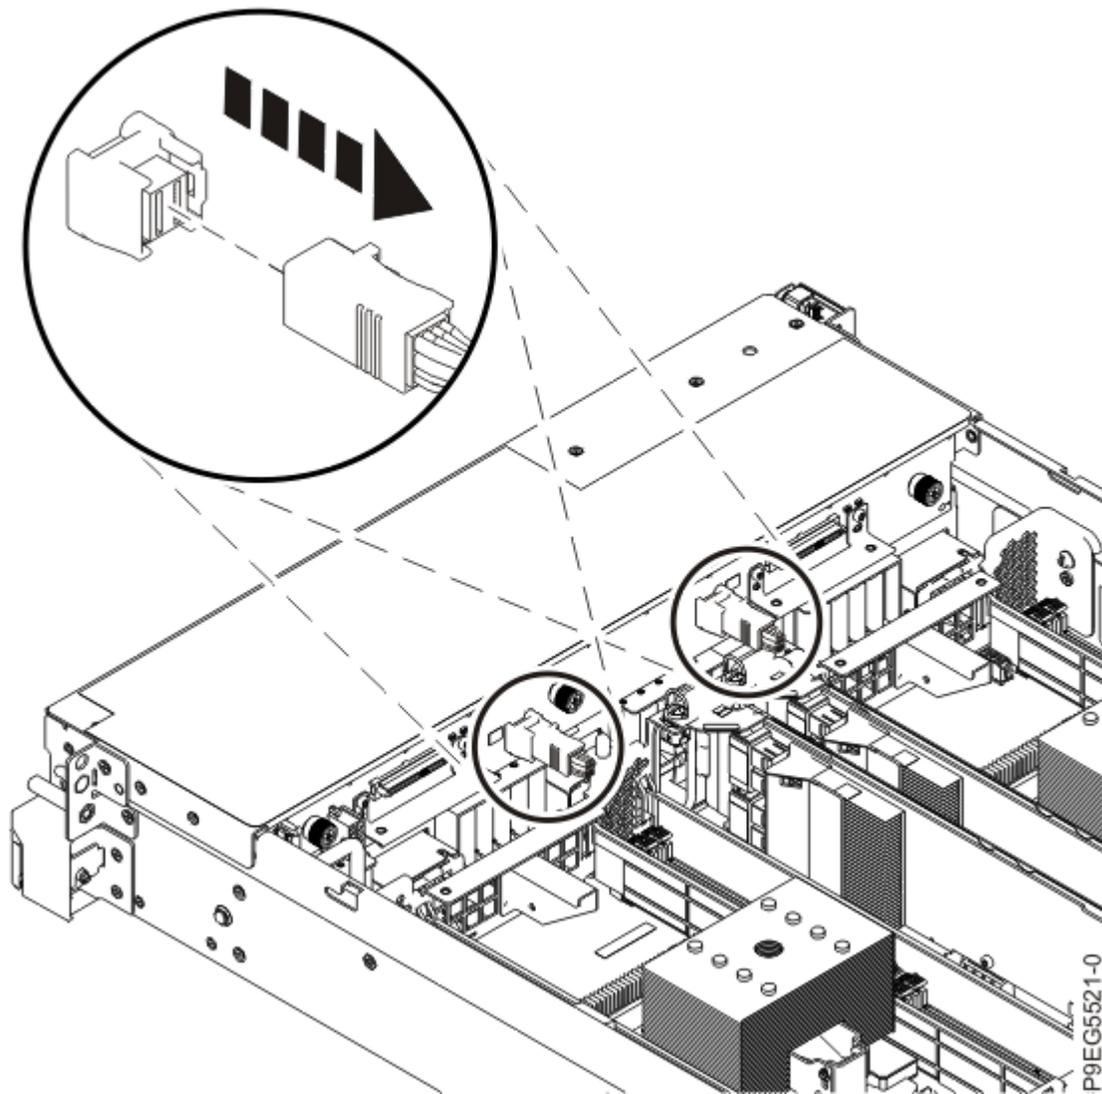

Figure 11. Déconnexion des câbles SAS frontaux
6. Etiquetez les câbles SAS frontaux en indiquant comment les relier entre le fond de panier de l'unité de disque et l'adaptateur interne RAID SAS. Notez les connexions des prises et des fiches. Déconnectez les câbles SAS frontaux du fond de panier d'unité de disque en appuyant sur le taquet de câble et en débranchant le câble, comme illustré dans la Figure 11, à la page 13.